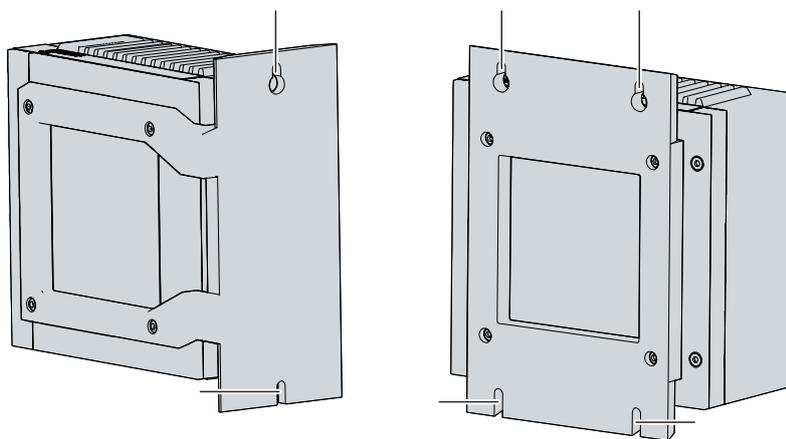

Fig. 13: Plaques de montage pour le montage en armoire de commande
2. Accrochez le PC aux vis situées aux points marqués de la plaque de montage (voir Fig. 13).